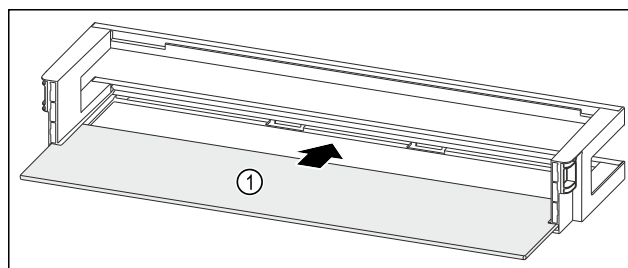

Fig. 124 Balconnet de contre-porte avec tablette de rangement
- Insérer la tablette de rangement Fig. 124 (1) dans les évidements latéraux.